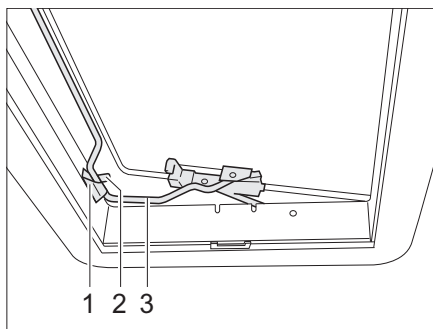

Fig. 50 Claraboya Heki en posición de ventilación 2
- Situar la horquilla (Fig. 50,3) en la sujeción (Fig. 50,1).
- Colocar la palanca (Fig. 50,2) sobre la horquilla.